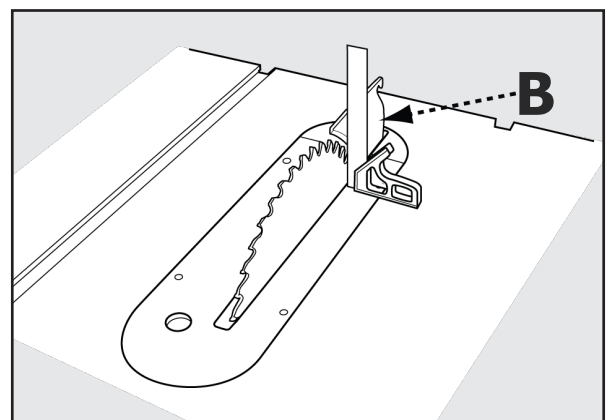

FIGURE 24b
3. En utilisant une équerre de menuisier, vérifiez l'angle de la lame par rapport à la table, comme le montre la Figure 24b, page 50. Si la lame est à 90° par rapport à la table, passez à l'étape 6.
4. Si la lame n'est pas perpendiculaire à la table, tournez le volant de commande pour incliner légèrement la lame à l'opposé de la position d'arrêt, puis ajustez la butée de 90° en tournant la vis de pression à tête creuse située dans le plateau de la table immédiatement en avant de lathe 45° stop by rotating the socket set screw located in front of the right side of the throat plate. (B) partie gauche de la plaque à gorge (A). Revérifiez l'angle avec l'équerre de menuisier et continuez à ajuster jusqu'à ce que la lame soit à 90 degrés lors du retour à la position d'arrêt.
5. Tournez le volant de commande d'inclinaison de la lame en sens antihoraire jusqu'à ce qu'il repose sur la butée de 45°. Ensuite, répétez les étapes 4 et 5, en réglant la butée de 45° en tournant la vis de pression à tête creuse située en avant de la partie droite de la plaque à gorge. (B)
1. Alignement vertical : Placez une équerre de menuisier sur la table contre la face de la lame et assurez-vous qu'elle s'étend le long du couteau diviseur (B), comme le montre la Figure 24b. Le couteau diviseur et la lame doivent toucher l'équerre de menuisier en continu. Assurez-vous que le bord droit passe entre les dents et repose sur la face de la lame et le couteau diviseur pour un alignement correct.